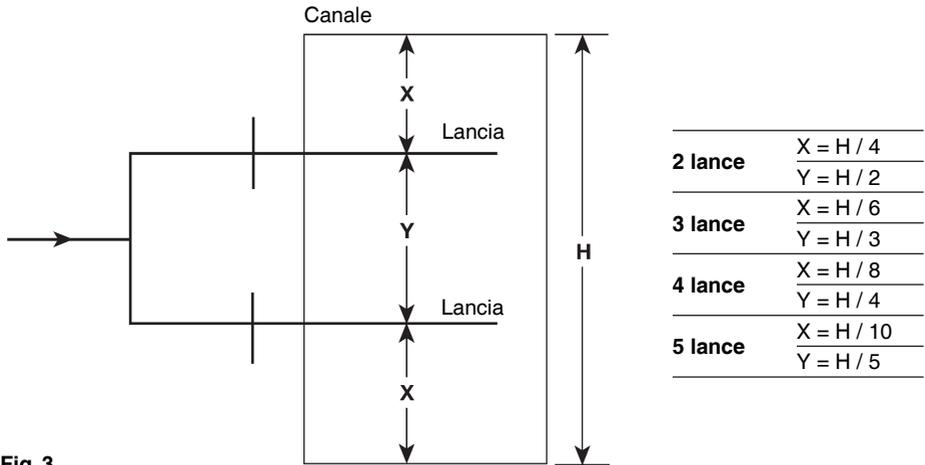

Fig. 3
- 3.2.4 Nei sistemi multi-lancia le lance devono essere posizionate ed inserite in modo tale che ci sia una distribuzione equamente distribuita su tutta l'area di sezione del condotto oppure della centrale di trattamento come mostrato a fig. 3. Si dovrà prestare una particolare attenzione alla posizione dell'alimentazione vapore principale rispetto le tubazioni di interconnessione, vedere le fig. 5, 7, 8 e 9. Generalmente si possono installare orizzontalmente fino a 5 lance per applicazione. Nel paragrafo 3.3.4 sono riportate alcune raccomandazioni relative al numero di lance in funzione dell'altezza del canale oppure della centrale di trattamento dell'aria.
**3.3.3** Per la migliore garanzia che non ci siano problemi di condensazione del vapore nella condotta e per ottenere la minima distanza di assorbimento, le lance dovranno essere posizionate come mostrato nella fig. 3.